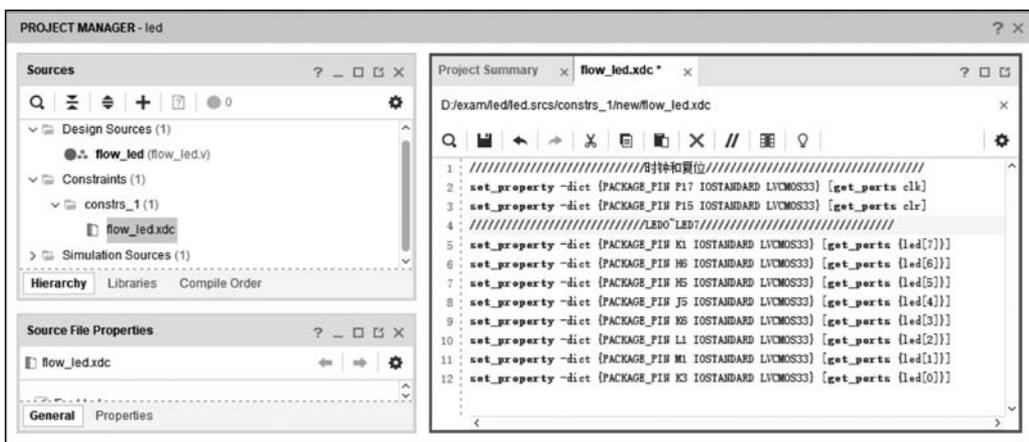

图 3.25 编辑引脚约束文件
(3) 如图 3.25 所示,在 Sources 窗格中双击 flow\_led. xdc 文件名,打开该文件,填写引脚约束文件的内容。本例的引脚约束文件内容如例 3.3 所示。